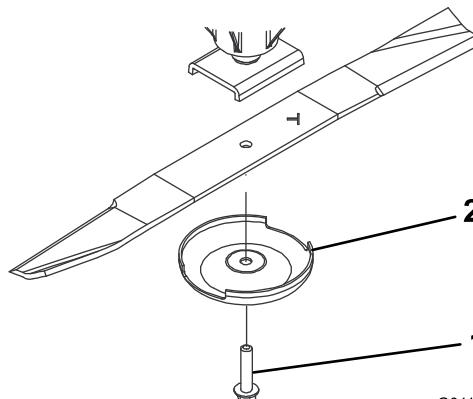

Figura 83
2. Sujete el extremo de la cuchilla usando un paño o un guante grueso. Retire del eje de la cuchilla el perno de la cuchilla, el protector de césped y la cuchilla (Figura 83).
3. Instale la cuchilla, con la vela hacia la carcasa de corte, con el protector de césped y el perno de la cuchilla (Figura 83). Apriete el perno de la cuchilla a 115–149 N·m.
Si se permite que la cuchilla se desgaste, se formará una hendidura entre la vela y la parte plana de la cuchilla (Figura 83). Con el tiempo, una parte de la cuchilla puede desprenderse y ser arrojada desde debajo de la carcasa, posiblemente causando lesiones graves a usted o a otra persona.